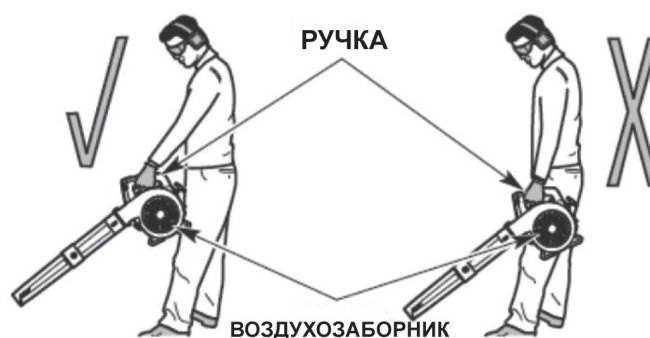

РИС. 12
**ОСТОРОЖНО!** Встаньте в рабочее положение (рис. 12). Встаньте прямо. Не наклоняйтесь.
**ПРЕДУПРЕЖДЕНИЕ!** Во избежание серьезной травмы или повреждения устройства **НЕ** держите устройство сбоку (рис. 12). Двигатель может быть очень горячим. **НЕ** блокируйте выпуск воздуха.
- Держите устройство перед собой и на расстоянии от себя (рис. 12).